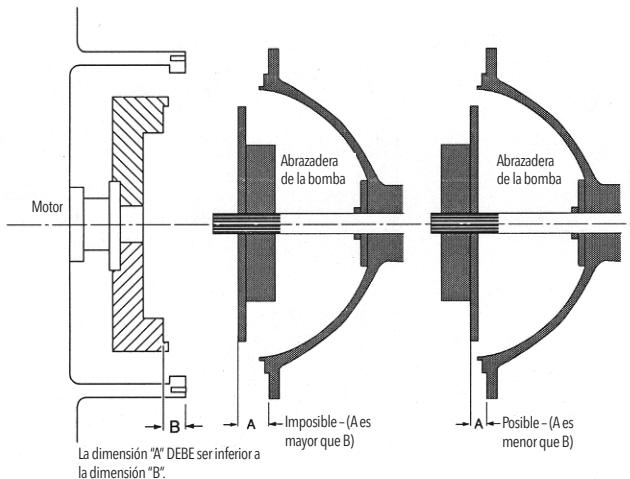

Figura 4
- Mida la distancia existente desde el lado del motor del anillo adaptador de acoplamiento del volante hasta la superficie de montaje de la abrazadera de la bomba. Remítase a la Figura 4 debajo, Dimensión "A".
- Luego, mida la profundidad existente desde la superficie de la cubierta del volante sobre el motor hasta la superficie del volante contra la cual se colocará con pernos el acoplamiento. Remítase a la Figura 4 debajo, Dimensión "B".